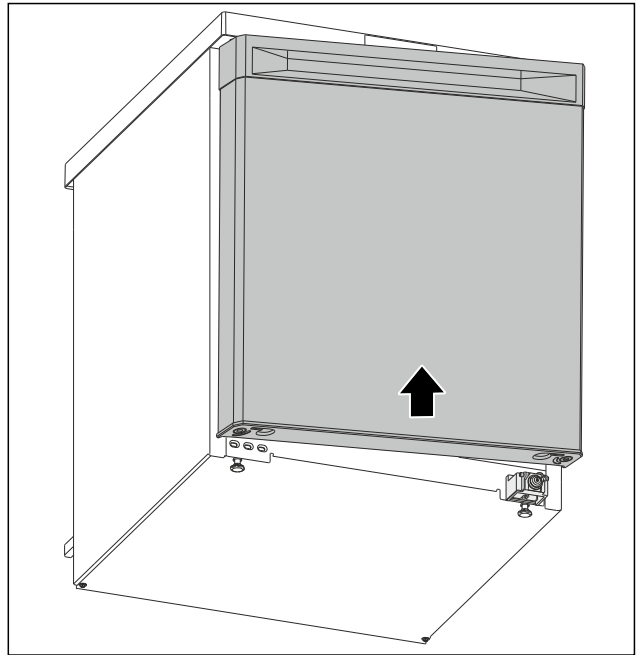

Fig. 22
- Schuif degeopende deur op de bovenste bout. (zie Fig. 22)